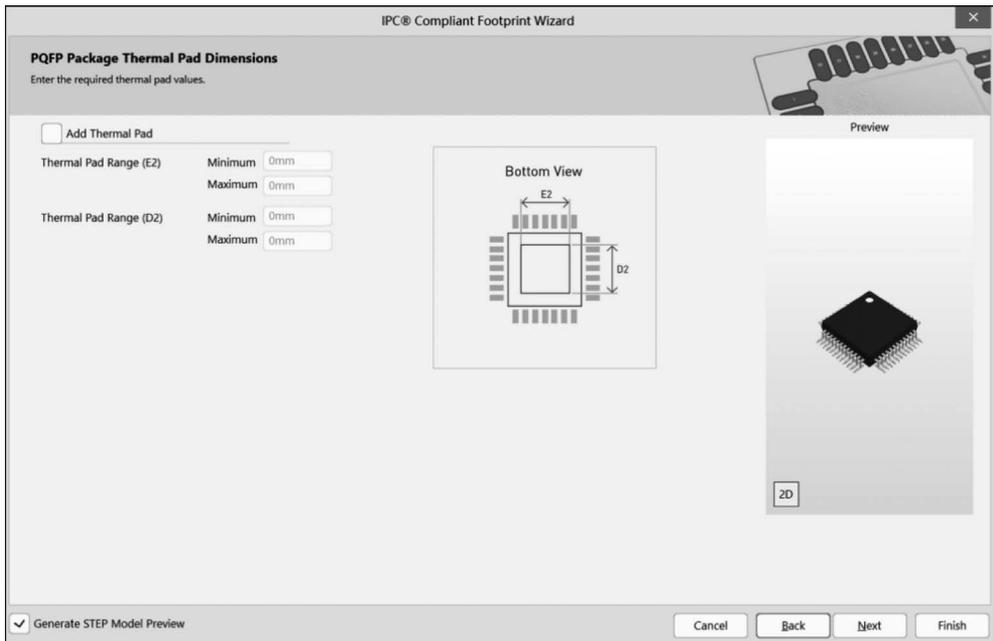

图 3-58 封装散热焊盘尺寸参数设置
(5) 单击 Next 按钮进入 Package Thermal Pad Dimensions(封装散热焊盘尺寸)设置,如图 3-58 所示。选中 Add Thermal Pad(添加散热板)复选框并填写散热焊盘尺寸,本例不需要散热焊盘,不设置。